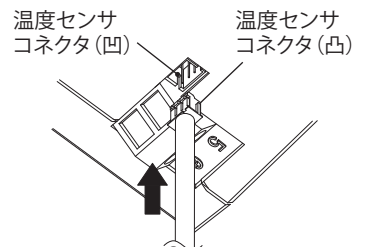

図5
1. 温度センサコネクタ(凸)を本体の温度センサコネクタ(凹)に挿入してください。(図 5)